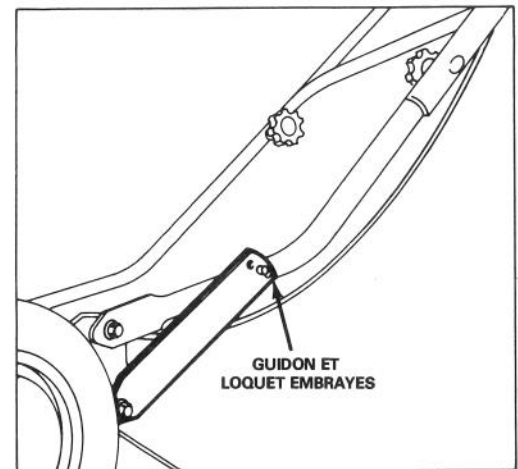

Figure 2
2. Pivotez le mancheron vers l'arrière jusqu'à ce que le tenon du guidon s'enclenche dans l'orifice central du loquet du guidon (Fig. 2). Veillez à ce que les câbles de commande